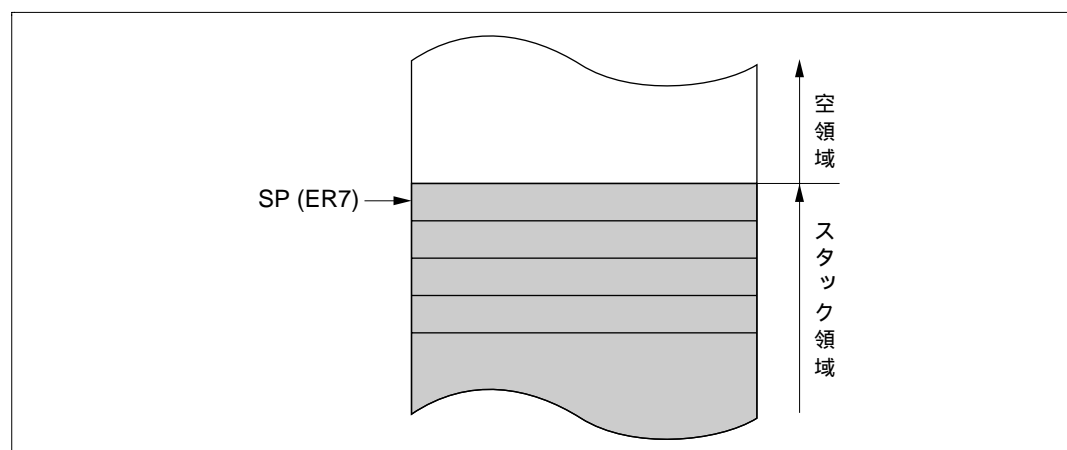

図 2.9 スタックの状態
汎用レジスタ ER7 には、汎用レジスタとしての機能に加えて、スタックポインタ (SP) としての機能が割り当てられており、例外処理やサブルーチン分岐などで暗黙的に使用されます。スタックの状態を図 2.9 に示します。